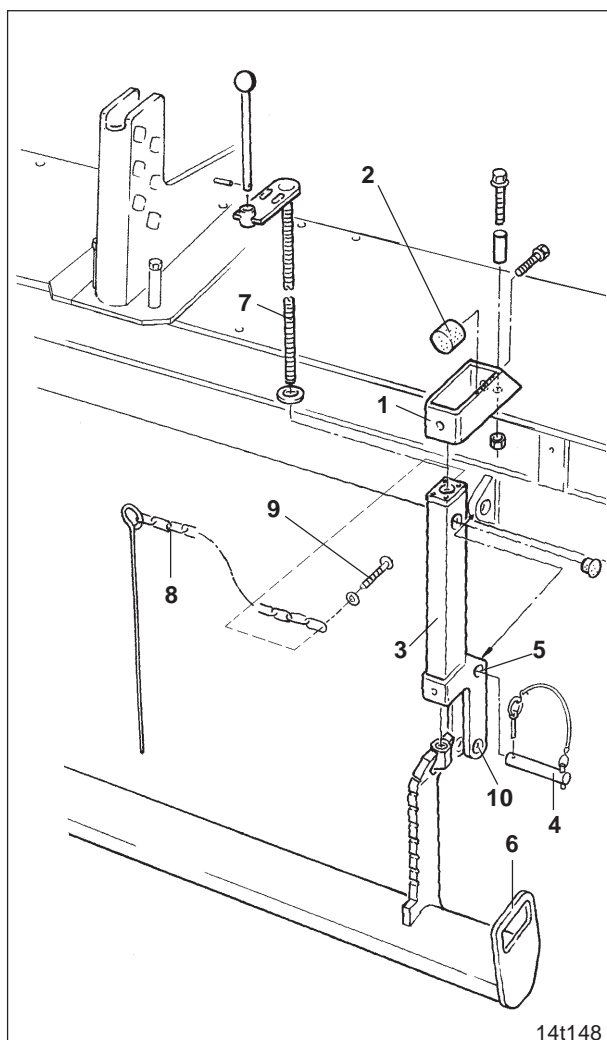

Fig. 13.3
Soll der Planierbalken außer Betrieb genommen werden, Planierbalken nach oben kurbeln, am Griff (Fig. 13.3/6) anheben und Spindelführungsrohr (Fig. 13.3/3) in der unteren Bohrung (Fig. 13.3/10) abstecken. Bolzen nach jedem Umstecken sichern.
Zwei mit Gummipuffern (Fig. 13.3/2) ausgerüstete Konsolen (Fig. 13.3/1) an der Bodenbearbeitungsmaschine anschrauben.
- Spindelführungsrohre (Fig. 13.3/3) mit Bolzen (Fig. 13.3/4) abstecken und mit Klappsteckern sichern. Stecken Sie die Spindelführungsrohre während der Arbeit (siehe auch Kap. 13.2) in der oberen Bohrung (Fig. 13.3/5) ab
- Planierbalken am Griff (Fig. 13.3/6) anheben und Verstellspindel (Fig. 13.3/7) einschrauben
- Kette (Fig. 13.3/8) mit einer Bohrschraube (Fig. 13.3/9) am Spindelführungsrohr anschrauben.